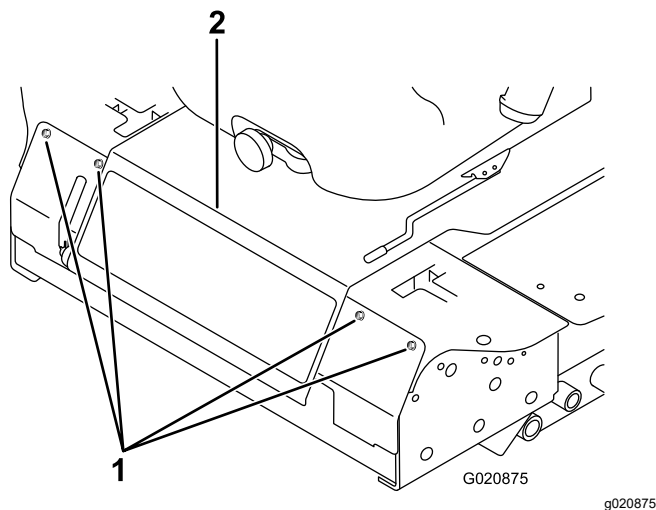

Figura 91
3. Afloje los pernos del panel delantero y retire el panel (Figura 91).